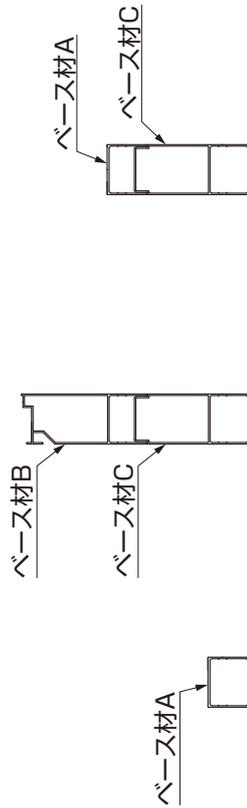

図2-84
- ベース材には種類があります。(図2-84、図2-85、図2-86参照)